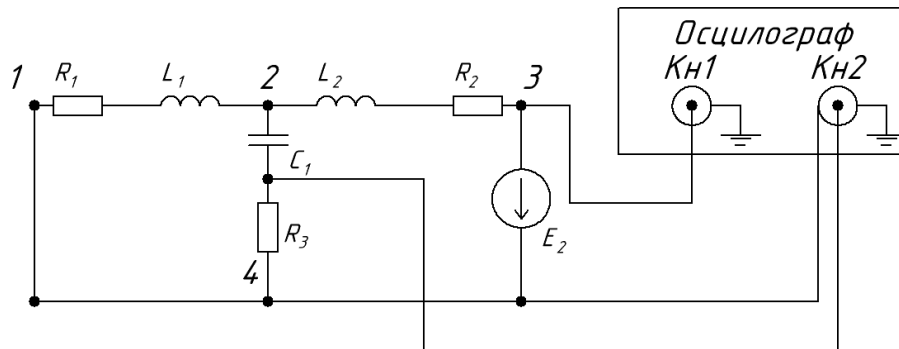

Рис.3.6 – Схема вимірювання фазового зсуву між $U_{R_3}^*$ і E_2
4.7.1. Замінити джерело E_1 перемичкою. встановити дійсне значення ЕРС E_2 рівним заданому в таблиці початкових даних (виміряти вольтметром). Виміряти вольтметром діюче значення напруги на опорі R_3 – $U_{R_3}^*$ та зсув фаз між $U_{R_3}^*$ і E_2 (схема підключення осцилографа наведена на рис. 3.6).